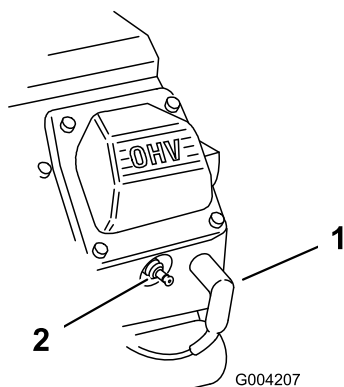

図 46
- 点火プラグのコードが抜けているのを確認する 図 46。
- 点火コードを取り付ける 図 46。